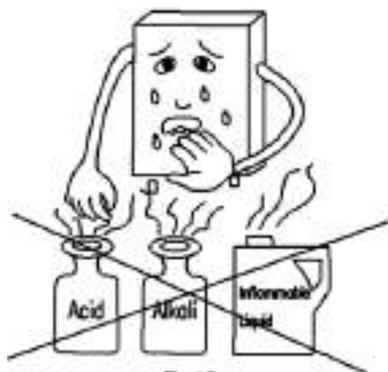
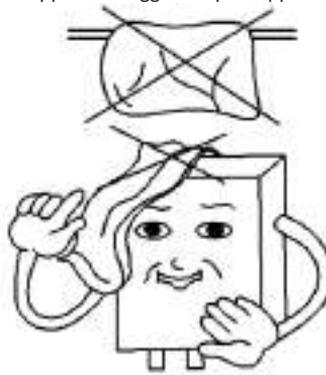

Fig.12
Fig.13
- Non collocare alcun materiale, specialmente infiammabile, sotto, vicino o sopra il prodotto (Fig. 12) (Fig.13) e non ostruire l'ingresso dell'aria.